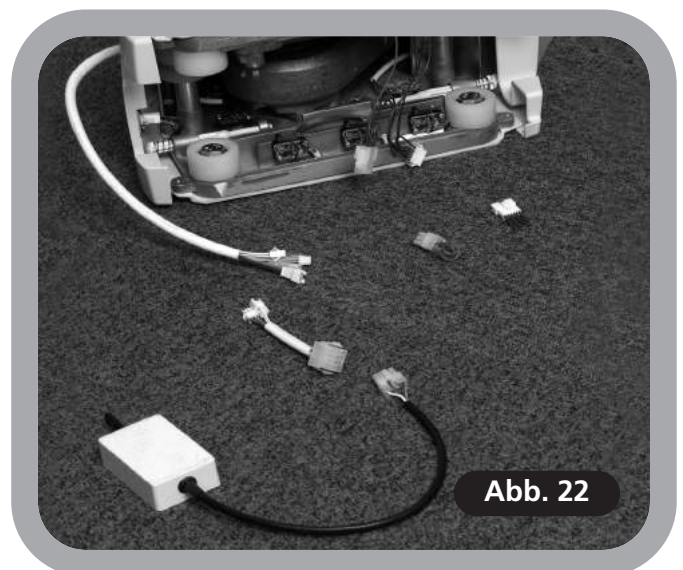

Abb. 22
- 4 Entfernen Sie die Verschlussklappen von der Seite des Antriebsaggregats, die der Treppe zugewendet ist (**Abb. 22**).
- 5 Schließen Sie die Endschalter-Kurzschlussbügel an (**Abb. 22 und 23**).
- 6 Schließen Sie Fahr-Verbindung (oder Ladeflipflop) an (**Abb. 22 und 23**).